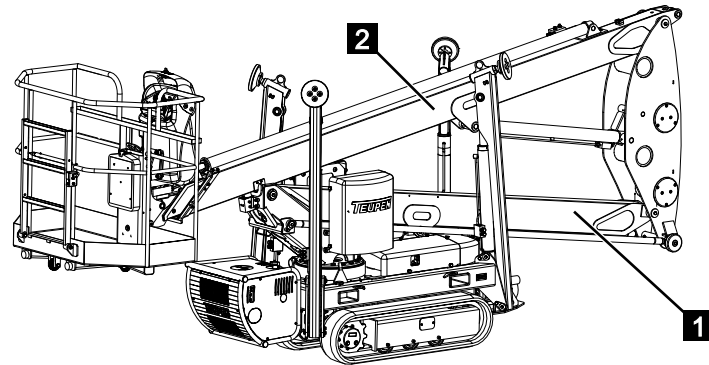

Abb. 104
- Unterarm befindet sich in Transportstellung (Abb.104/1).
- Oberarm befindet sich in der Transportauflage (Abb.104/2).